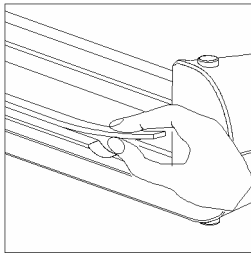

Figura 6
- 2 Retire ahora la regleta de corte de su ranura en el otro lado del riel de guía. A tal fin existen unas cavidades en ambos lados del riel de guía (figura 6).